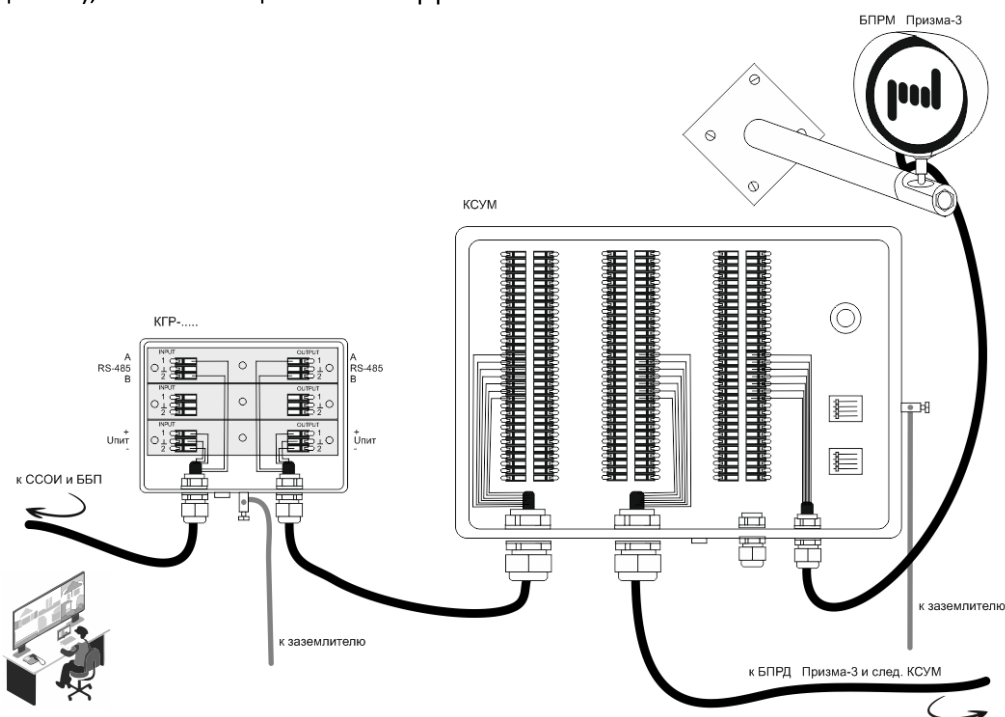

Рис. 2
2) При «проходном» включении КГР (см. рис. 2) в разрыв кроссовых кабелей, необходимы КГР с двумя или большим количеством гермовводов; количество защищаемых пар при этом определяет количество установленных модулей ГР-2 и, соответственно номер (N) КГР (КГР-N); количество сигнальных и силовых пар и, в соответствии с этим, количество сигнальных (с индексом «С») для токов не более 300 мА и силовых (с индексом «П1», «П2», ..., «П5», в зависимости от величины до 1А, 2А, ..., 5А пропускаемых токов) модулей ГР-2. При этом КГР устанавливаются через небольшие отрезки (200...300 м), внутри которых подключены защищаемые абоненты (извещатели), но такая защита менее эффективна.